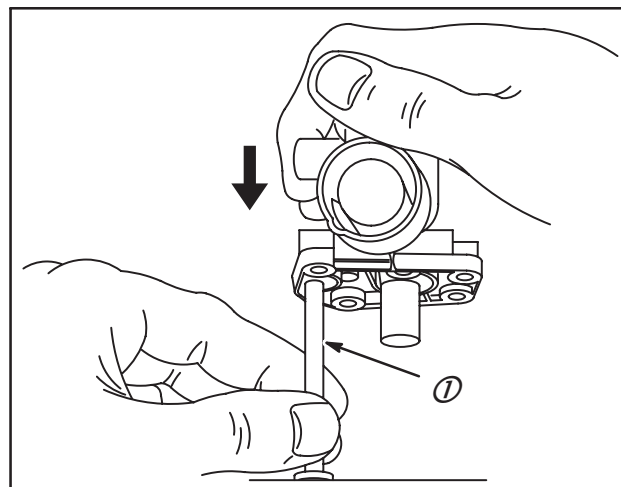

Fig. 7
Installation du tube plongeur d'essence (Fig. 7)
Insérer le tube plongeur (1) dans le corps du carburateur. Bien placer le tamis sur une surface dure. Appuyer fermement sur le carburateur avec la paume de la main. Il faut appliquer une force importante pour enfoncer le tube, Fig. 7.